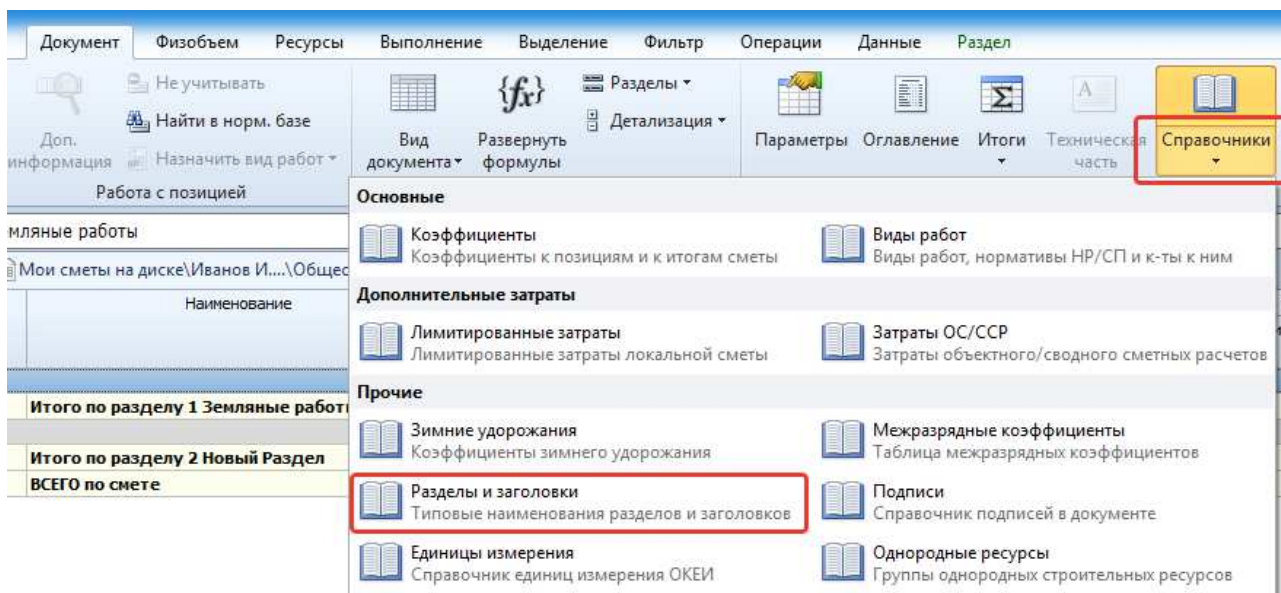

Рисунок 2.3. Список справочников
- Во вкладке **Документ** нажмите список кнопки **Справочники** (рис. 2.3).